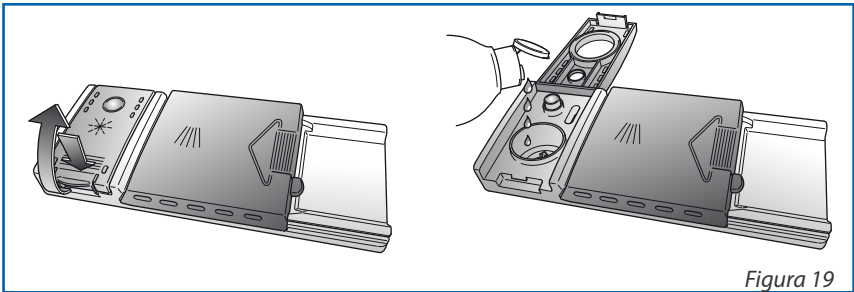

Figura 19
- Para abrir la tapa (Figura 19), apriete en la zona indicada y simultáneamente tire de la lengüeta de apertura.